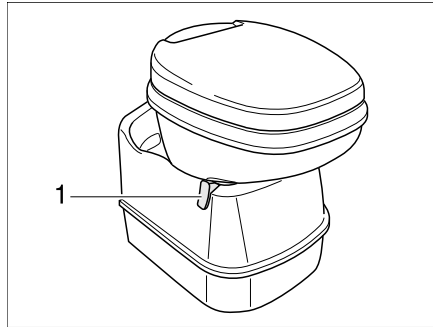
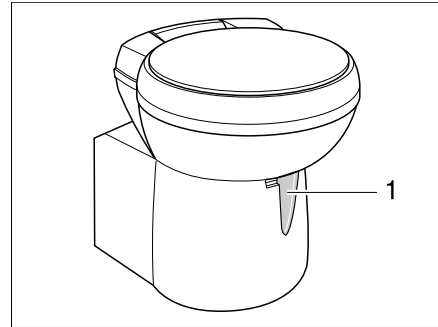

Bild 228 Thetford-Toilettenschüssel, schwenkbar
Bild 229 Thetford-Toilettenschüssel, schwenkbar (Alternative)
- Vor dem Spülen den Schieber der Thetford-Toilette öffnen. Dazu den Schieberhebel (Bild 228,1 bzw. Bild 229,1) entgegen dem Uhrzeigersinn schieben.
- Den Schieberhebel (Bild 228,1 bzw. Bild 229,1) im Uhrzeigersinn schieben. Der Schieber wird geschlossen. Zum Entleeren **muss** in der Thetford-Toilette der Schieber geschlossen sein.